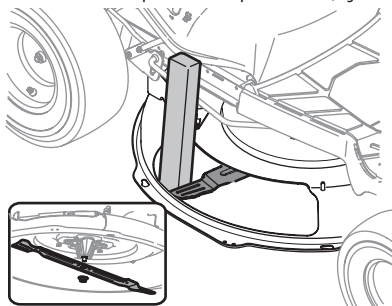

Figure 40
2. Insérez une cale en bois ou un morceau de poutre de au moins 51 mm x 102 mm (2" x 4") dans l'ouverture du plateau de coupe et faites tourner la lame jusqu'à ce que la cale se coince entre l'ouverture du plateau de coupe et la lame (Figure 40).
3. Retirer l'écrou à bride à six pans qui maintient la lame (Figure 40).